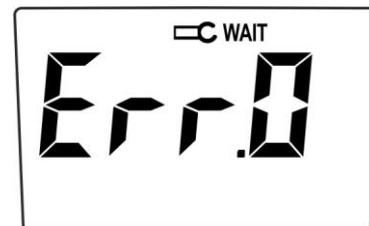

Abb. 4
3. Wenn die Zangenbacken während der Kalibration des Instrumentes geöffnet werden, erscheint die Angabe "Err.0" im Display (siehe Abb. 4). Wenn die Zangenbacken geschlossen werden, startet die Kalibration automatisch wieder von Anfang.